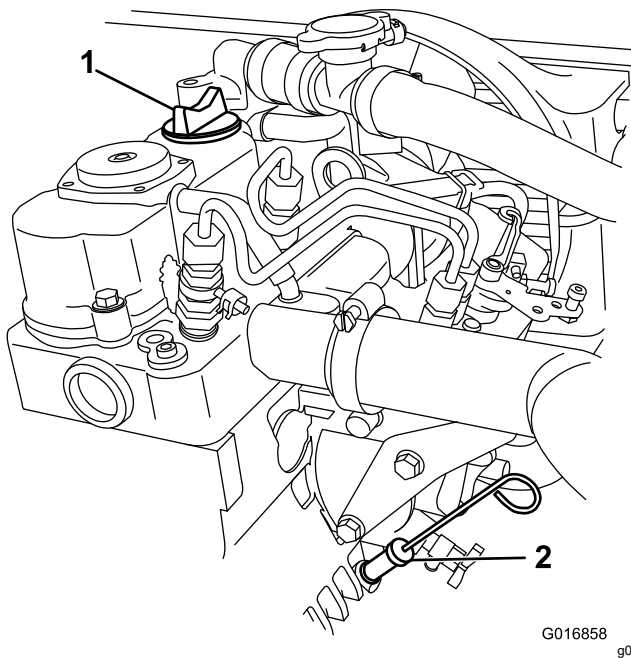

Figura 19
3. Utilize um pano para limpar a zona em redor da vareta de óleo (Figura 19), para evitar que entre sujidade no orifício da vareta e possíveis danos no motor.
5. Volte a colocar a vareta completamente no tubo da vareta (Figura 19).
6. Retire a vareta do óleo e verifique a extremidade (Figura 19).
7. Insira a vareta do óleo e coloque-a com firmeza (Figura 19).